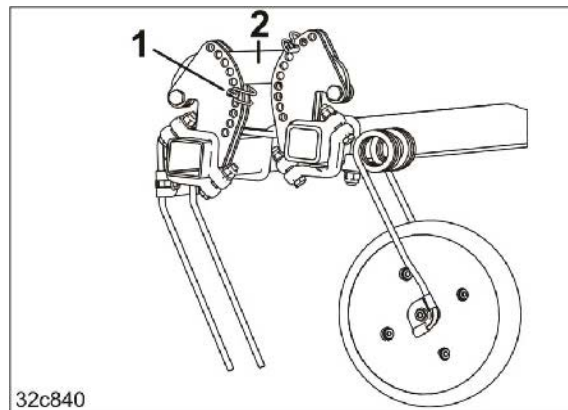

Fig. 2
1. Die Striegelzinkenverstellung erfolgt durch Abstecken des Rohrklappsteckers (Fig. 2/1) unterhalb des Lenkers (Fig. 2/2), in allen Segmenten, in der gleichen Bohrung.